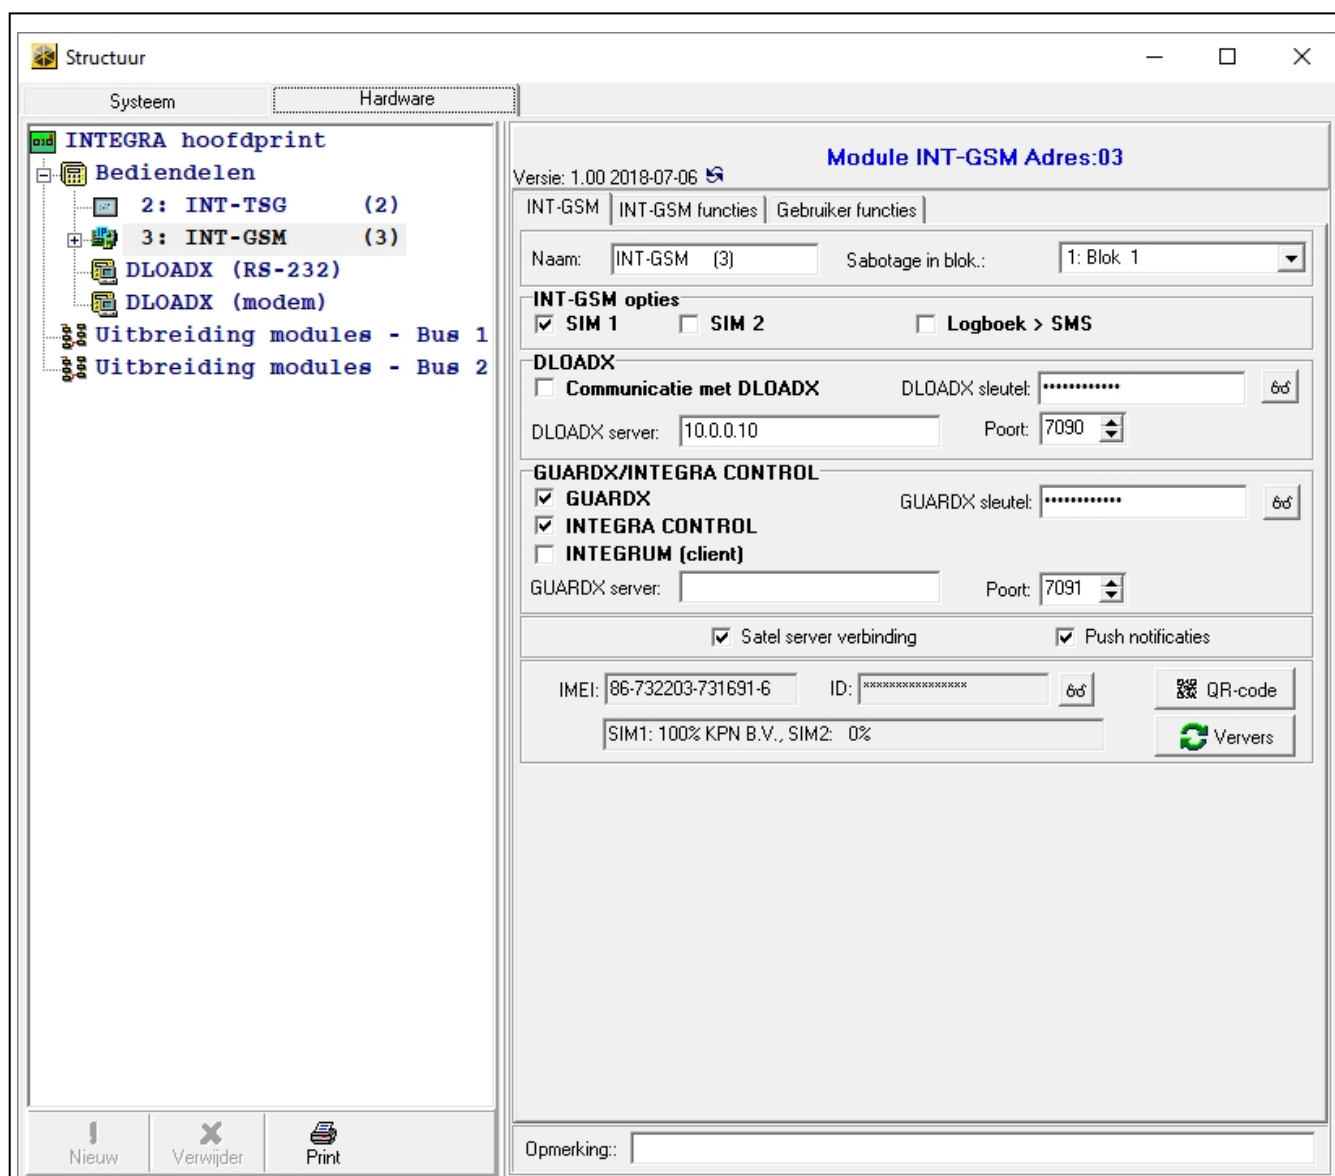

Fig. 9. DLOADX programma: instellingen van de INT-GSM module welke direct aangesloten is op het INTEGRA / INTEGRA Plus alarmsysteem.
- DLOADX programma: "Structuur" scherm → "Hardware" tabblad → "Bediendelen" → [module naam] (Fig. 9).